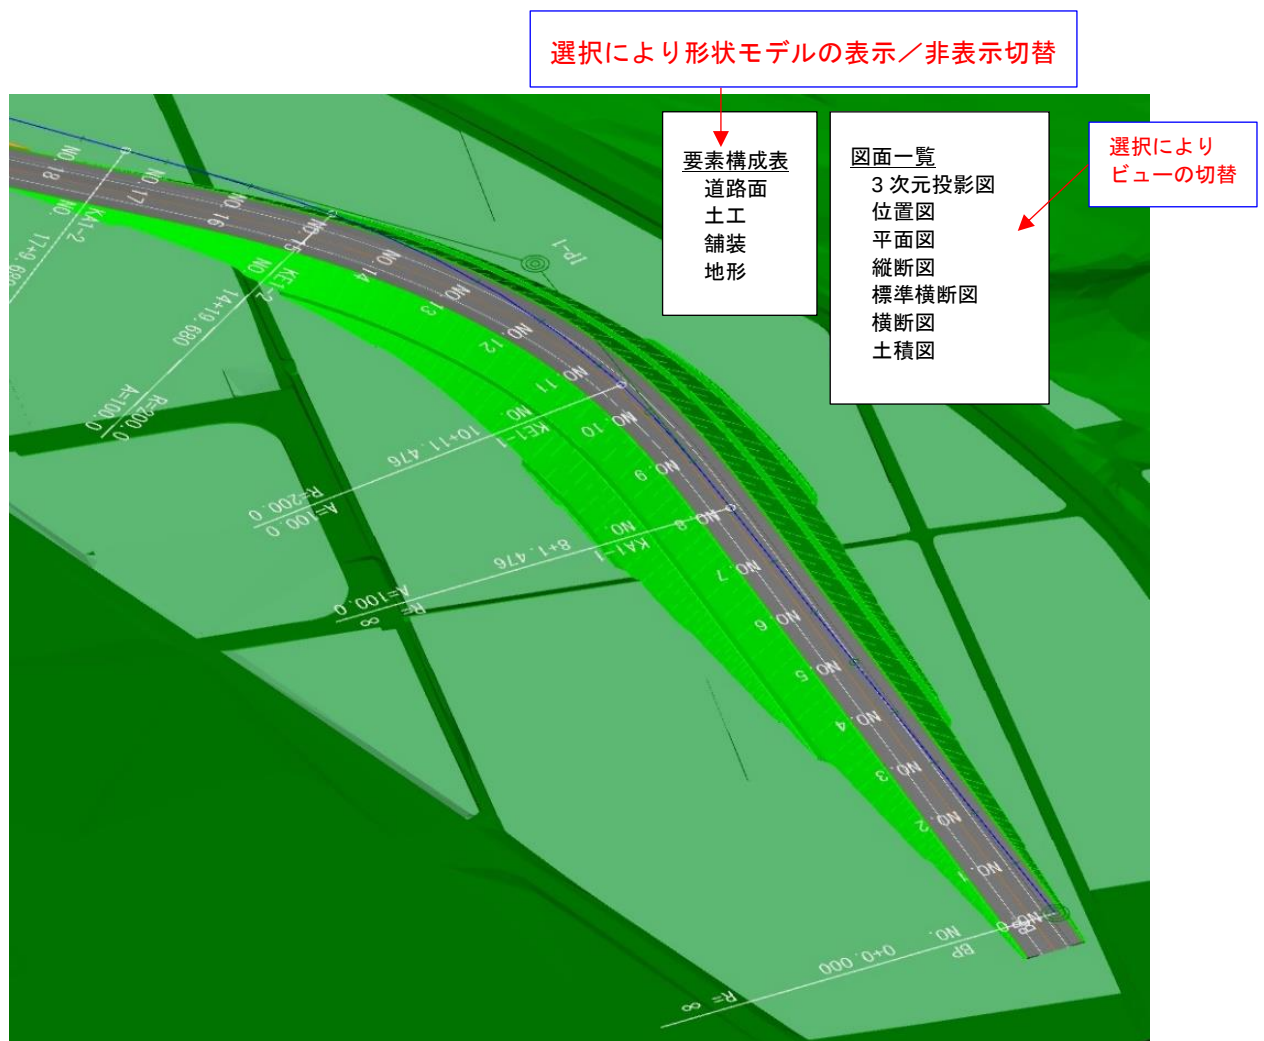

図 4-6 要素構成表及び図面一覧表の表示例
1. 形状モデルの表示・非表示の切り替えができるように、道路面、土工、舗装、地形等要素構成表を選択できることが望ましい（図 4-6 参照）。
3. モデル管理情報に設定された図面一覧を選択でき、3DA 平面図の画面に切り替えできることが望ましい（図 4-6 参照）。
4. アノテーションとして、施工箇所・区間、起終点、距離標を作成・表示する。そのほか、必要となる情報は、適宜追加してよい（図 4-6 参照）。